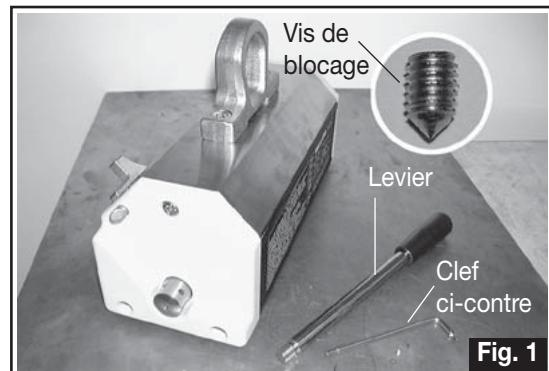

Fig. 1
A) Extraire le porteur de son emballage et le placer sur une plaque en fer (fig. 1). Opération à effectuer au moyen d'une dispositif delevage. Accrocher le porteur à un crochet dimensionné en utilisant l'anneau de levage du porteur.
B) Sortir de l'emballage le dispositif de commande du porteur (levier) la vis de blocage et la clé ci-contre (Fig. 1).